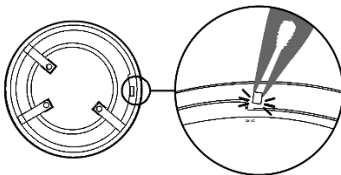

fig 1
The detector can be locked onto the relevant mounting base by removing a plastic lug on the underside, refer to fig. 1. The locked detector can then only be removed by using a special removal tool which is available from Hochiki Europe (UK) Ltd (part number TSC-A100/ALG).
Die Melder lassen sich durch Entfernen einer Kunststoffflasche an der Unterseite des Melders auf dem Sockel arretieren (Abb. 1). Zum Abnehmen des verriegelten Melders ist ein Spezialschlüssel erforderlich. Dieser ist bei Hochiki Europe (UK) Ltd erhältlich (Teilenr. TSC-A100/ALG).